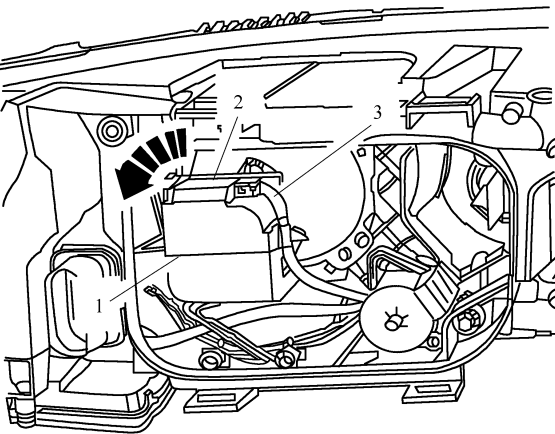

图 11-1-11 拆下气体放电前照灯的变压器
(2) 如图 11-1-11 所示, 将电气插接器的固定夹
(2) 如图 11-1-11 所示，将电气插接器的固定夹 1 翻向一侧，以逆时针方向(箭头)转动气体放电灯点火线圈 2，脱开气体放电灯点火线圈上的电气插接器 3，拆下气体放电灯的点火线圈。